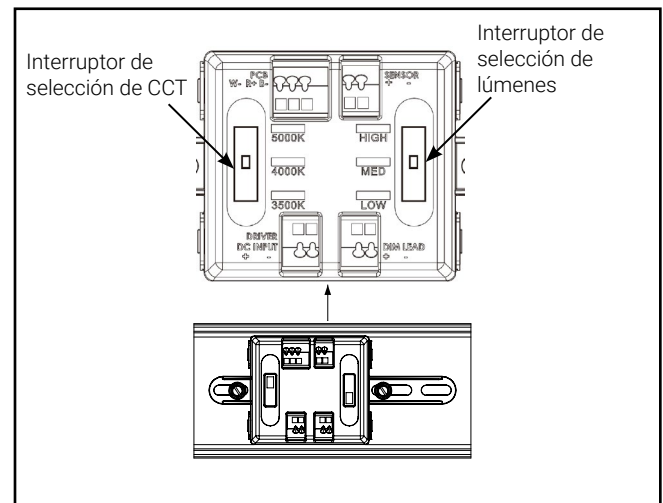

Figura 6.
2. Para seleccionar un circuito cerrado, deslice el primer interruptor a la temperatura de color de LED deseada (CCT de 3500 K, 4000 K, 5000 K) (Figura 6).
3. Para seleccionar lúmenes, deslice el segundo interruptor hasta la salida de vatios deseada (Baja, Media, Alta) (Figura 6). Consulte la hoja de especificaciones de SNX para conocer los valores de lúmenes.